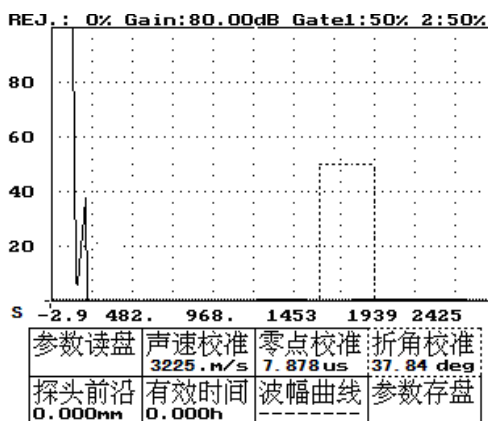

图 18-25
- 4、按方向键——将虚框移到折角校准，如图 18-25 所示。
4. 按方向键——将虚框移到折角校准，如图 18-25 所示。